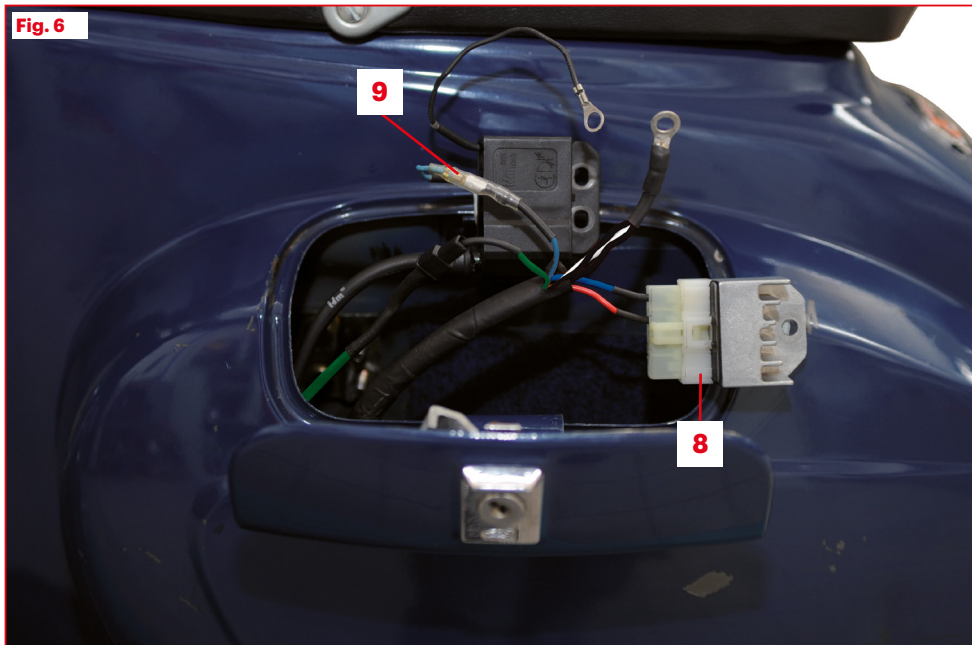

Fig. 7
- Fixez le transducteur à l'étrier qui se trouve dans le vide-poche, en employant les écrous spéciaux **(Fig. 7, part. 10)**.
- Positionnez le câble de masse avec œillet du transducteur et le câble de masse du câblage sous l'écrou de fixation de la bobine **(Fig. 7, part. 11)**.